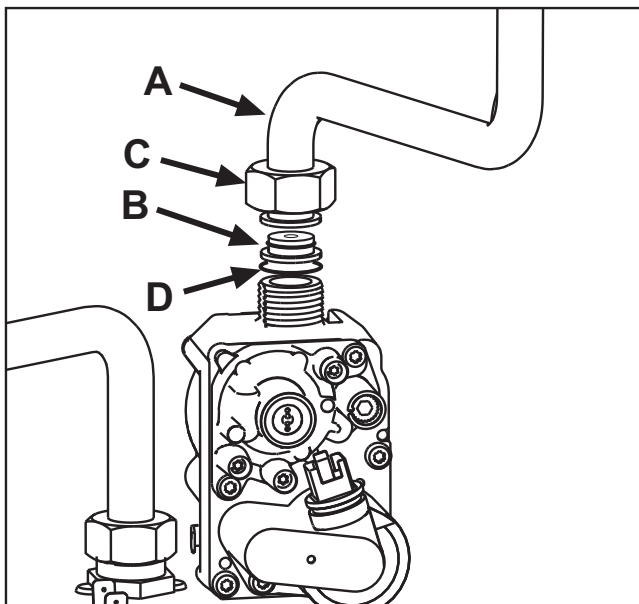

рис. 23
3. Открутить колесико **C** и вынуть газовую трубу **A** из газового клапана (см. рис. 23).
4. Заменить форсунку **B**, вставленную в газовую трубу, на форсунку, входящую в комплект для переоборудования на другой вид газа, вставив прокладку **D** (см. рис. 23).